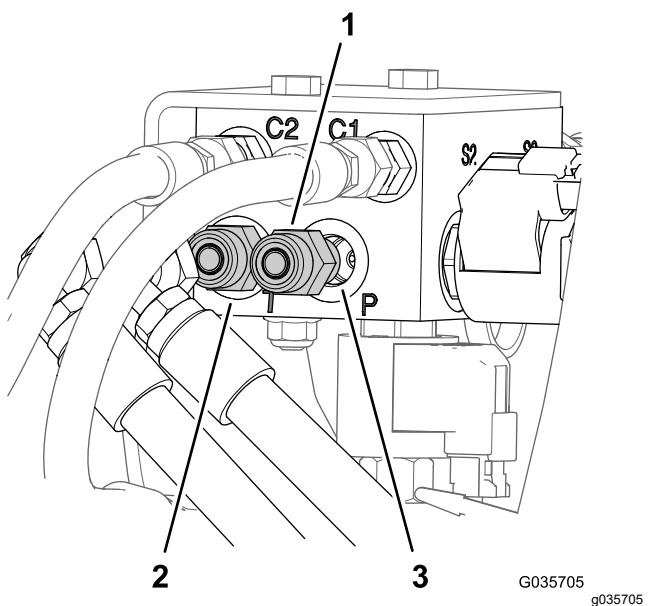

Figura 9
1. Nella parte posteriore dell'irroratrice, etichettate i flessibili nella porta P e porta T del collettore del cilindro di sollevamento (Figura 9).
2. Rimuovete i flessibili dai raccordi idraulici diritti nella porta P e porta T del collettore del cilindro di sollevamento (Figura 9).
3. Rimuovete i raccordi idraulici diritti dalla porta P e porta T del vecchio collettore del cilindro di sollevamento (Figura 9).